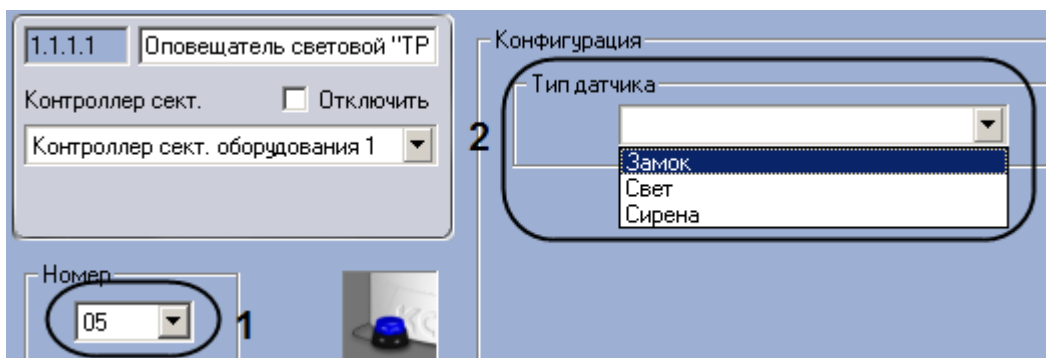

Рис. 3.6—19. Настройка светового оповещателя ТРЕВОГА
2. Выбрать номер выхода контроллера сектора оборудования, к которому подключено устройство, из раскрывающегося списка **Номер** (см. Рис. 3.6—19, 1).
3. Выбрать тип подключаемого датчика из раскрывающегося списка **Тип датчика** (см. Рис. 3.6—19, 2).